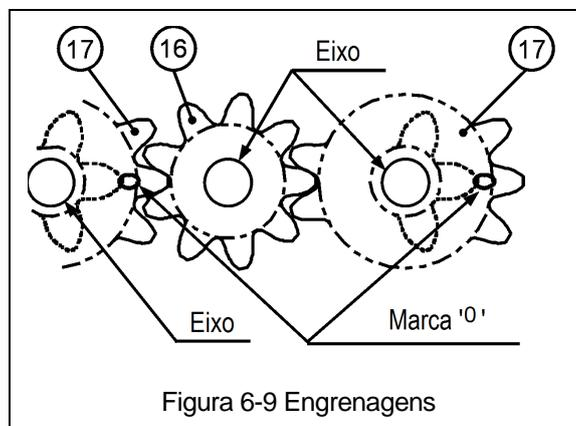

Figura 6-9 Engrenagens
- 1) Para Talhas LB025 a LB090, monte a Engrenagem de Carga (18) na parte estreada da Roldana de Corrente (19). Se necessário use um martelo plástico ou de borracha para assentar corretamente a Engrenagem de carga na Roldana de Corrente.
- 2) Insira o Pinhão (16) na Roldana de Corrente (19) e monte a Engrenagem # 2 (17) conforme mostrado na Figura 6-9. A Engrenagem #2 precisa ser sincronizada com as marcas "0" conforme mostrado para as engrenagens para girarem livremente.